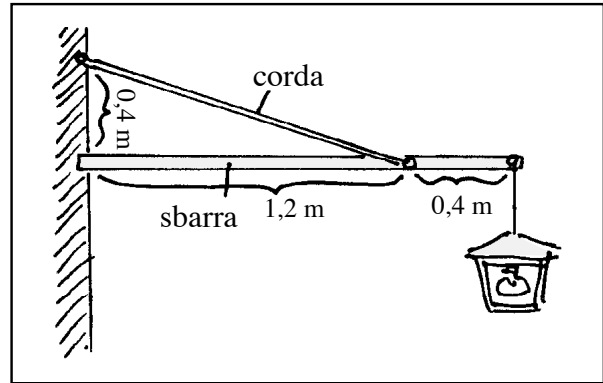

Fig. 7.31. Per l'esercizio 5
5. Un lampione pesante 8 kg è appeso a una sbarra trattenuta da una corda, fig. 7.31. Qual è l'intensità della corrente di quantità di moto che fluisce attraverso la corda?